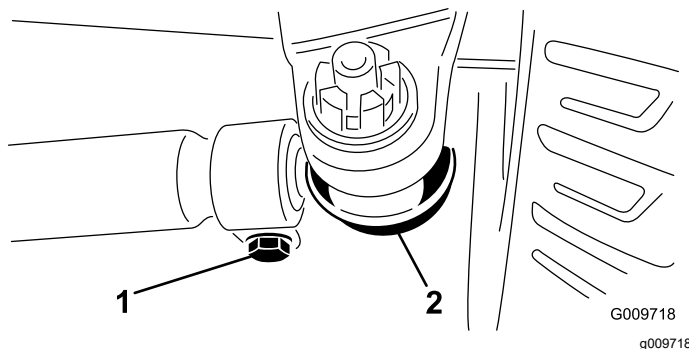

图 69
3. 要进行调节应从任一横拉杆球窝接头卸除开口销和螺母 (图 69)。从轴箱支架中拆除横拉杆球窝接头。
4. 拧松横拉杆两端的夹具 (图 69)。